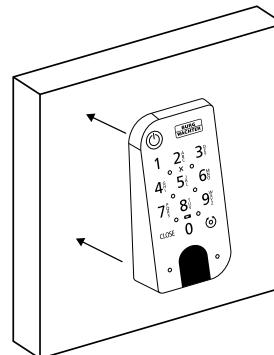

Abb. 8
- ③ Kleben Sie die Tastatur an die gewünschte Position an die Wand (Abb. 8).